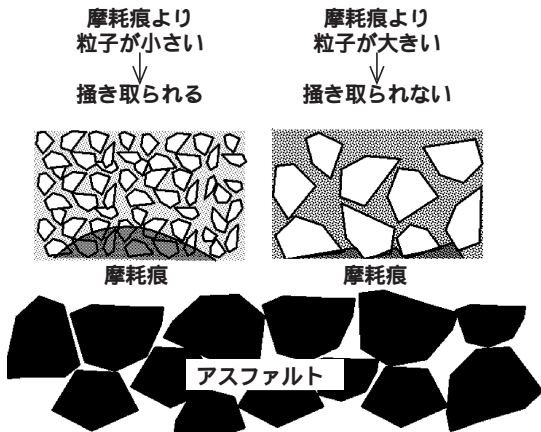

図1 粒径と摩耗痕の関係を示す模式図
- (1) 超硬ブロックに匹敵する耐摩耗性を得るため、超硬粒子は可能な限り高密度に充填した。すなわち、大径と小径の超硬粒子を組合せることで65%以上の充填率を確保している。
- (2) 大径の超硬粒子は5mm程度の大きさとした。図1に示すように、摩耗痕と比較して十分大きな粒子を入れることで粒子ごと掻き取られることを防止した。
- (3) マトリクス金属は銅合金を採用した。銅合金は超硬と反応して劣化させる恐れが少ない。また、濡れ性が優れているので高密度に充填された超硬粒子の隙間隔々まで行き渡らせ、欠陥のない確実な接合ができる。